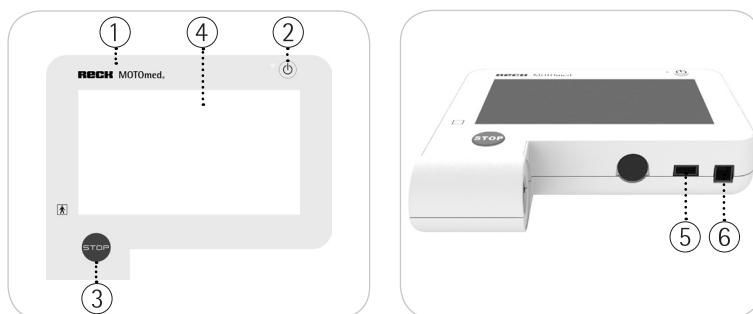

Fig. 5.1, 5.2
se Fig. 5.1 Trykk på/av-tasten ② og slå på MOTomed.
se Fig. 5.1 Med den røde stopptasten  kan du når som helst avbryte treningen.